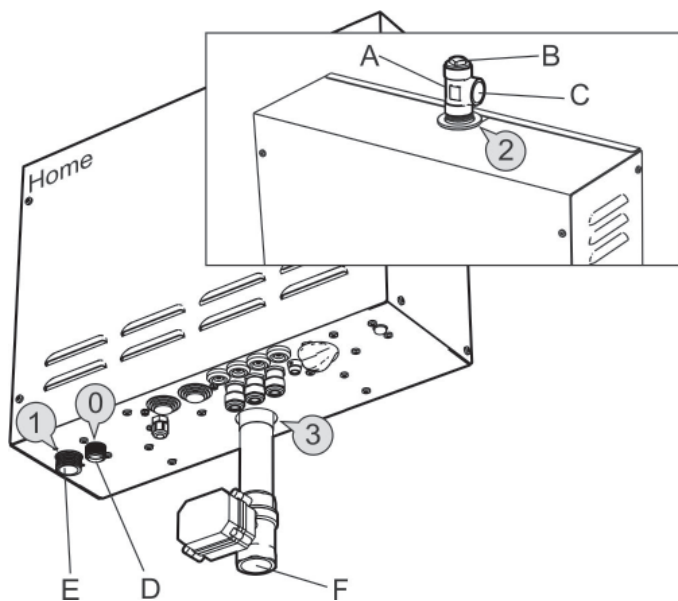

Abb. 6 Dampferzeuger Typ Home
Schließen Sie den Anschluss 1 (Abb. 6,7) des Dampferzeugs an Kaltwasser an. Der Druck des Zulaufwassers muss min. 0,2 und darf max. 10 bar (bzw. mind. 20 kPa und max. 1000 kPa) betragen.
Schließen Sie das Anschlussstück an den Dampfauslass 2 (Abb. 6,7) des Dampferzeugs an (die Arretiermutter muss oben stehen). Schließen Sie ein Kupferrohr mit einem Innendurchmesser von min. 18 mm an den Dampfauslass des Anschlussstücks (C) an. Die Dampfrohrleitung kann entweder zum Dampfbad oder zum Dampferzeuger hin ein Gefälle aufweisen. Die Dampfrohrleitung kann aber auch mit Gefälle sowohl zum Dampfbad als auch zum Dampferzeuger hin montiert werden.
Es muss ein Ablaufrohr mit Anschluss an das Sicherheitsventil D (Abb. 6 und 7) mit stetigem Gefälle in einer frostfreien Umgebung montiert werden.